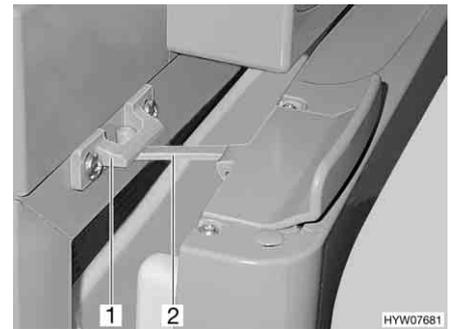

Bild 178 Kühlschranktür in Lüftungsstellung (Thetford)
■ Verriegelung (Bild 178,2) aufklappen und in der Verriegelungsaufnahme (Bild 178,1) einrasten. Die Kühlschranktür bleibt damit leicht geöffnet.